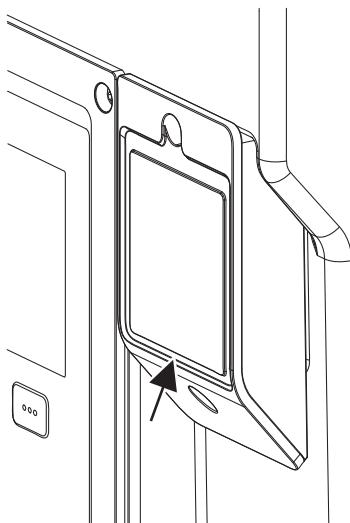

Fig. 27: Pārsegs Wilo-Smart Connect modulim BT
1. Atskrūvējiet Wilo-Smart Connect moduļa pārsega skrūvi (Fig. 27) un atveriet pārsegu.
Wilo-Smart Connect moduli BT tā konstrukcijas dēļ var iespraust tikai vienā pozīcijā. Papildu moduļa fiksācija netiek veikta. Wilo-Smart Connect moduļa pārsegs (Fig. 27) uz elektronikas moduļa augšdaļas cieši notur moduļi saskarnē.